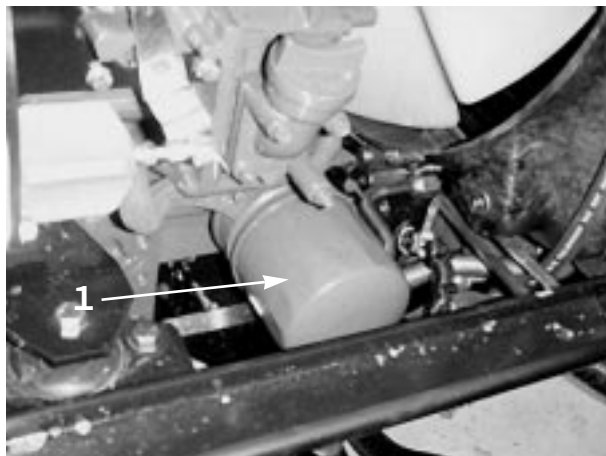

図 32
2. オイルフィルタ（図32）を外し、新しいフィルタのガスケットに薄くエンジン・オイルを塗って取り付ける。**締めすぎ厳禁。**